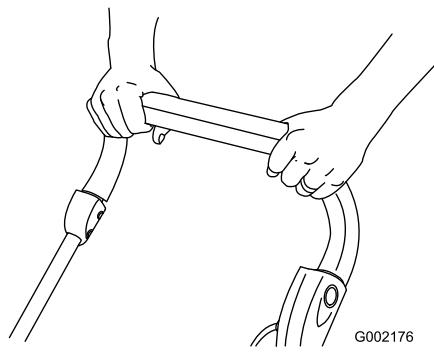

Рисунок 17
- Удерживая рычаг управления около рукоятки, отпустите кнопку (Рисунок 17).